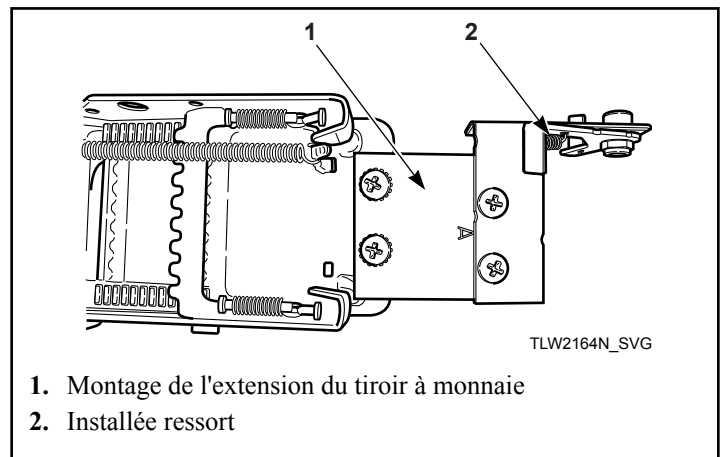

Figure 31
6. Fixer l'extension sur le dessus du tiroir en utilisant les deux vis et les rondelles de blocage qui restent. Placer les rondelles de blocage sous la tête de vis, au-dessus du support « A ». Se reporter à la *Figure 31*.
3. Installer l'extension de la glissière sur la partie supérieure de la glissière à l'aide des deux vis restantes. Se reporter à la Figure 31.